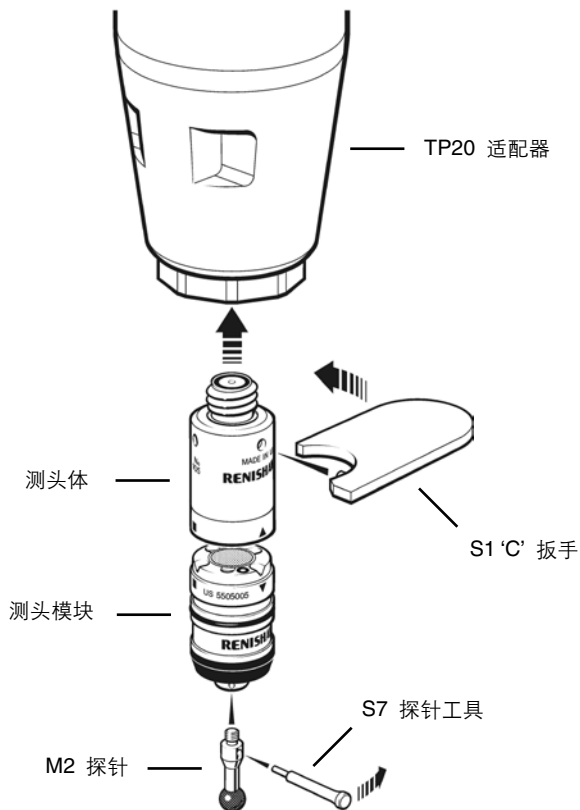

图 3— 将 TP20 测头安装在 FARO 适配器上
安装 TP20 测头的步骤如下（参见图 3）：
2. 如图 3 所示，将（随配的）S1 ‘C’ 扳手放在测头体上。
将探针安装在测头模块上的步骤如下（参见图 3）：